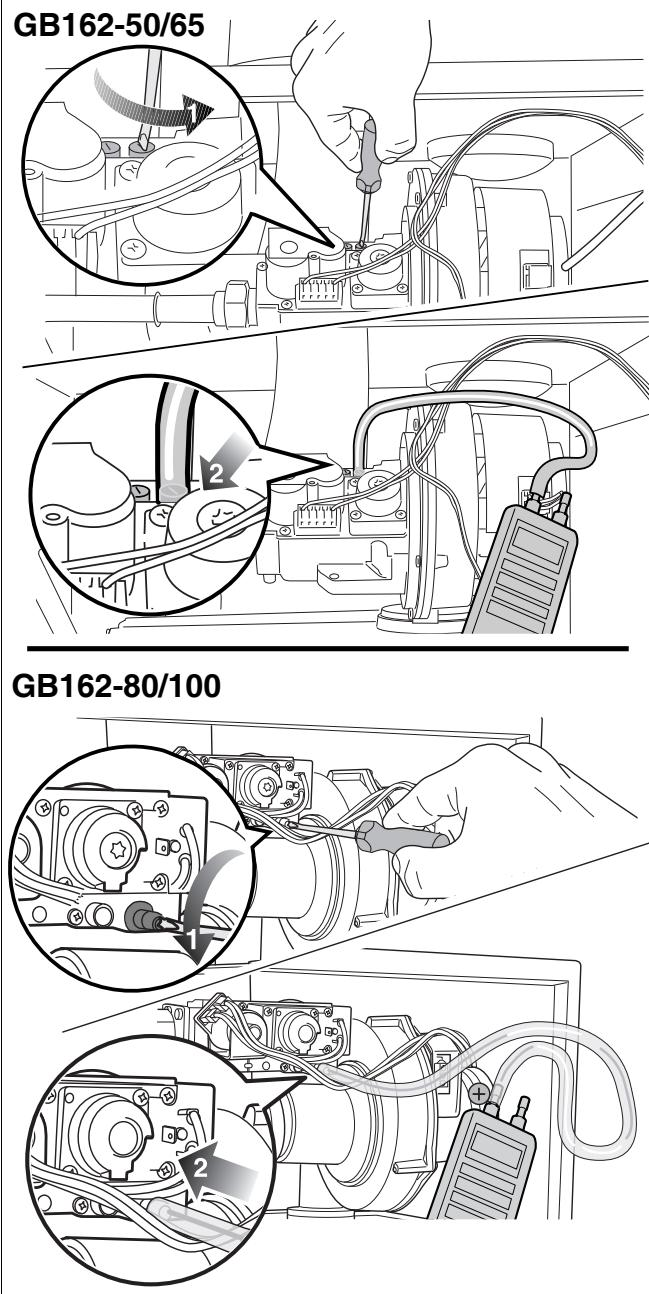

Fig. 66 Controllare il rapporto gas/aria
- Allentare di 2 giri la vite di chiusura del nippel di prova della pressione del bruciatore (fig. 66, pos. 1).
- Collegare il collegamento positivo dell'apparecchio per la misurazione della pressione al nippel di prova della pressione del bruciatore mediante un tubo flessibile (fig. 66, pos. 2).